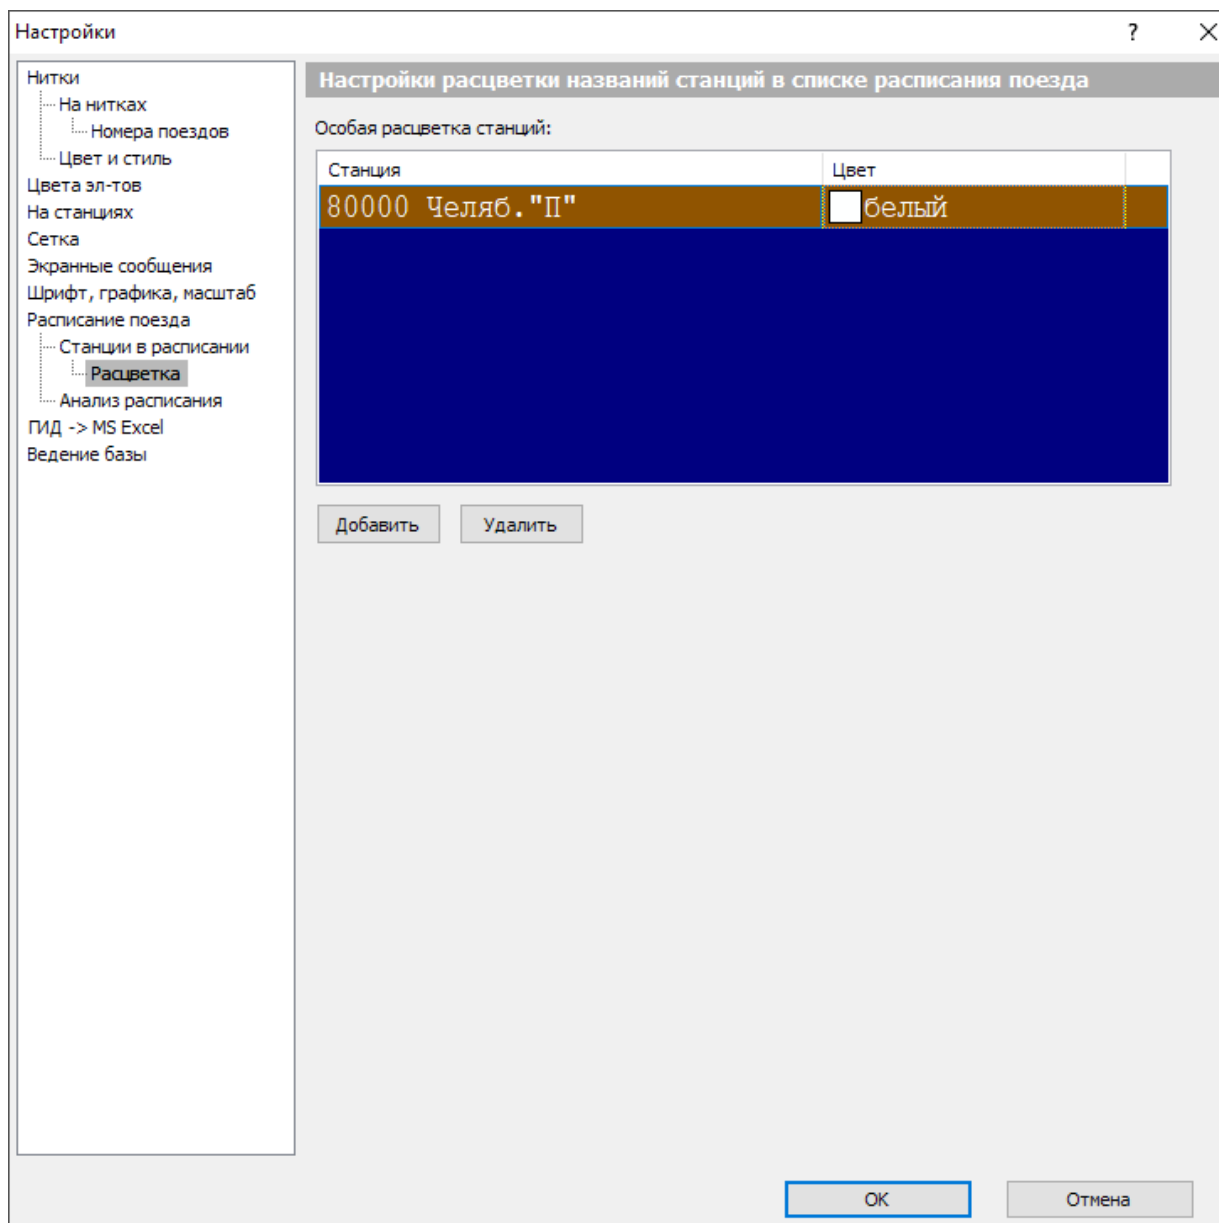

Рис. 3 Настройки расцветки названий станций в списке расписания поезда
3. Настройки расцветки названия станций в списке расписания поезда (рис. 3);